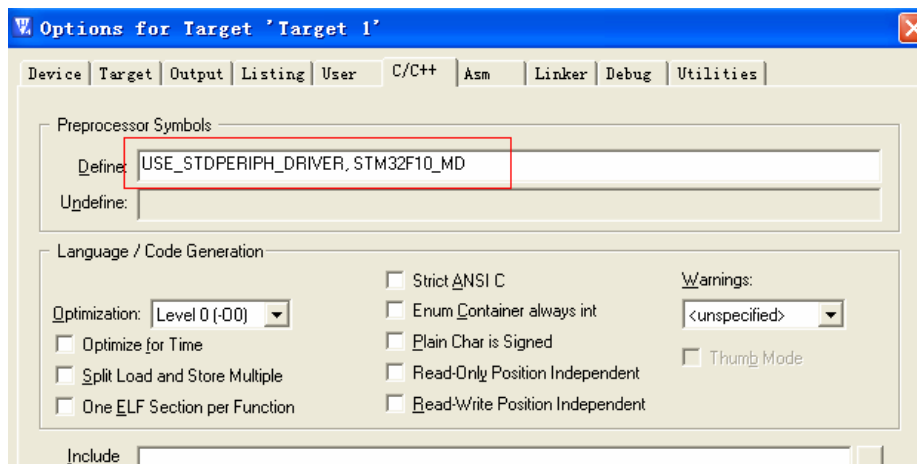

图 4-83 添加屏蔽编译器的默认搜索路径
2. 选中选项卡“C/C++”，在Define 里面输入添加“USE_STDPERIPH_DRIVER, STM32F10X_MD”，如图4-83所示。